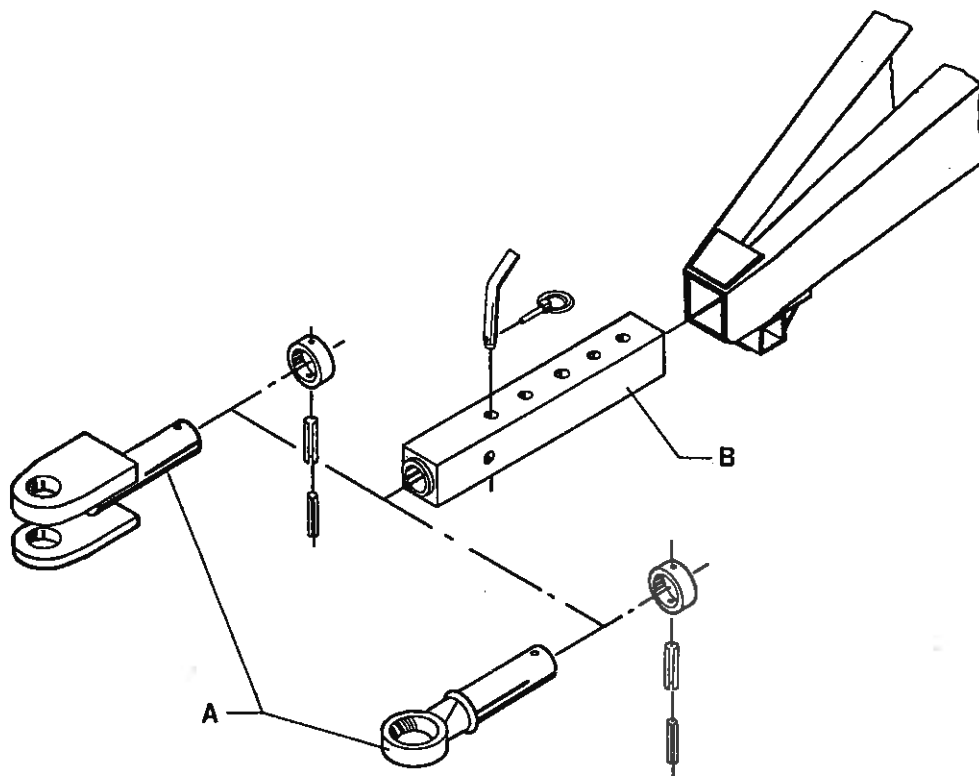

Fig. 2. Træk til TC vogne
1.2.2. Træk - TC vogne Fig. 2.